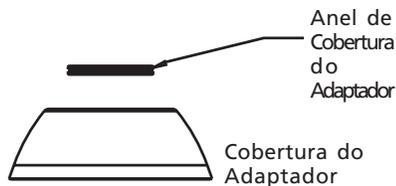

Figura 4a - Montando o Anel de Cobertura do Adaptador e a Cobertura do Adaptador
3. Coloque o anel de cobertura do adaptador sobre a cobertura do adaptador. Ver Figura 4a.